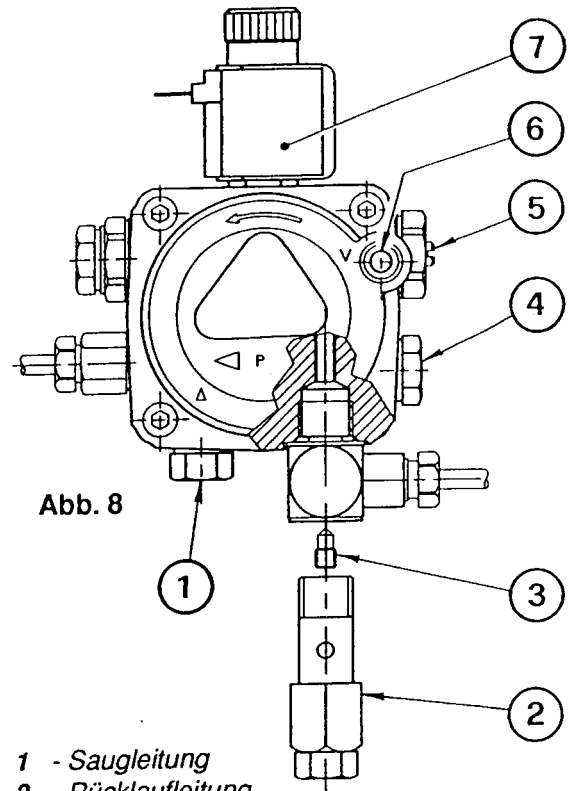

Abb. 8
- Die Pumpe ist werksseitig für den Zweirohr-Betrieb eingerichtet. Wird ein Pumpen-Einrohrbetrieb für notwendig erachtet, so ist der Zapfen (2) zu lösen und die By-Pass Schraube (3) zu entfernen. Danach ist der Zapfen wieder anzuschließen. (Siehe Abb. 8)
ist es ausreichend, wenn man den Vakuummeter-Anschluß (6, Abb. 8) lockert und das Austreten des Brennstoffes abwartet.
Der Manometer zur Druckkontrolle wird anstatt des Verschlusses (4, Abb. 8, Seite 4) montiert. Muß der Druck neu eingestellt werden oder wünscht man ihn zu ändern, so braucht man nur die Schraube (5, Abb. 6, Seite 4) zu drehen.